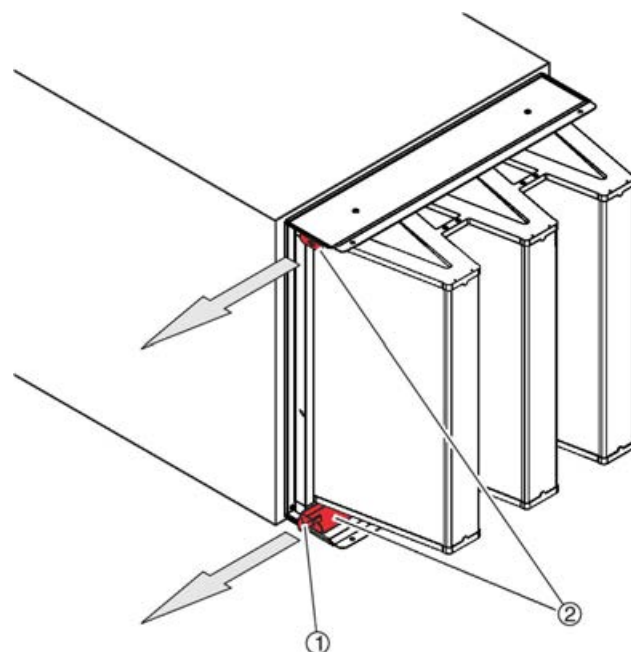

Fig. 16: Liberación de los carriles de sujeción
4. ▶ Utilice la llave especial ( Fig. 16 /1) para sacar los rieles de sujeción ( Fig. 16 /2) hasta el tope.